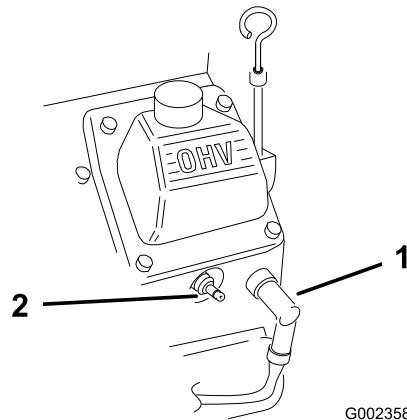

Figura 51
- Scollegate i cappellotti dalle candele (Figura 51).